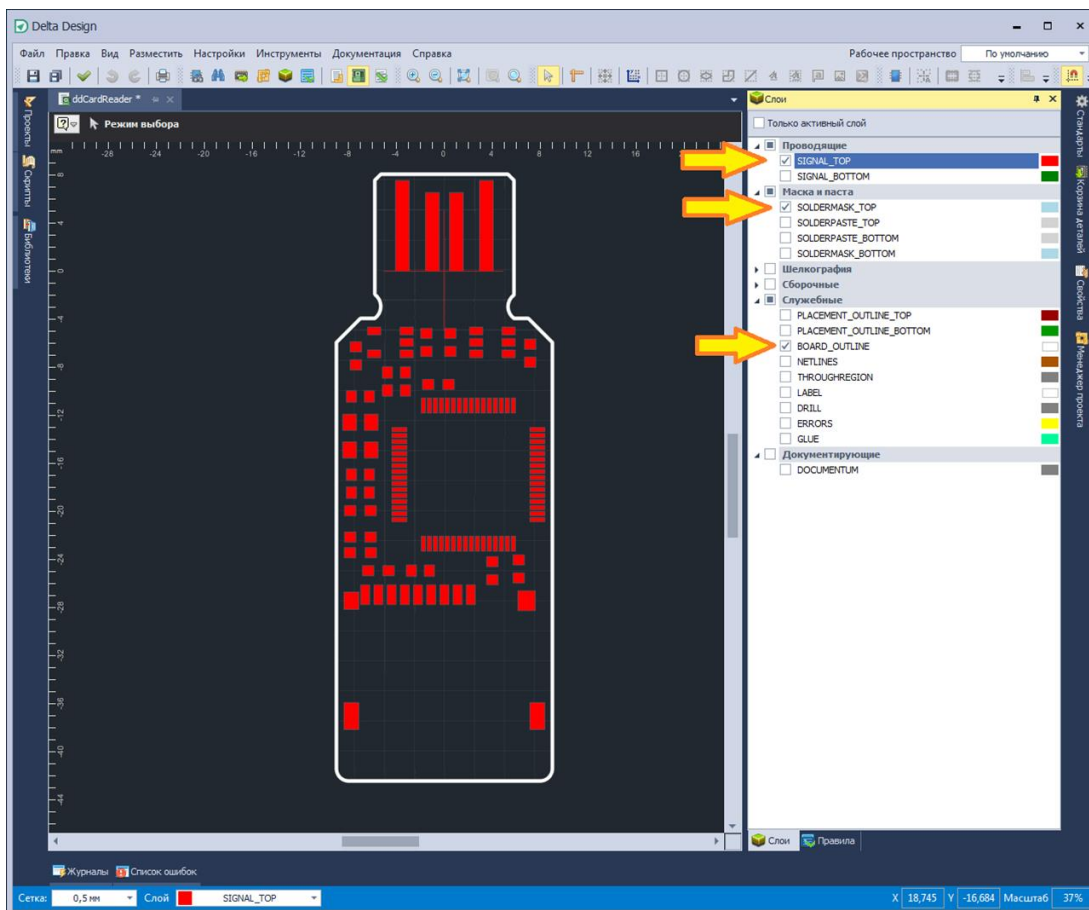

Рис. 1. Слой «SIGNAL\_TOP»
2. Перейдите на слой «SIGNAL\_TOP», затем сделайте активным слой «SOLDERMASK\_TOP», см. Рис. 1.